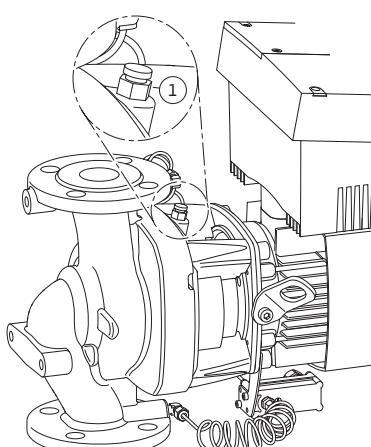

Fig. 51: Avluftningsventil
6. Öppna avluftningsventilen (Fig. 51, pos. 1) för att göra pumpen trycklös.